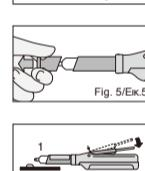

Fig. 5/Eik.5
4. Den Deckel entfernen. (Fig. 5)
3) Verwijder de dop. (Fig. 5)
4. Fjern beskyttelseshatten. (Fig. 5)
4. Verwijder de dop. (Fig. 5)